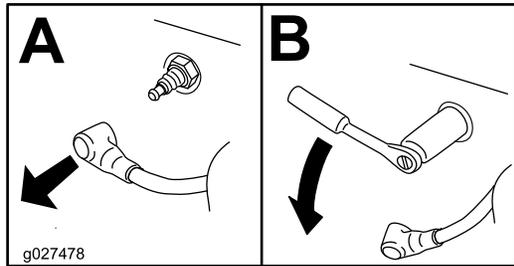

Figura 28
4. Retire la bujía (Figura 28).